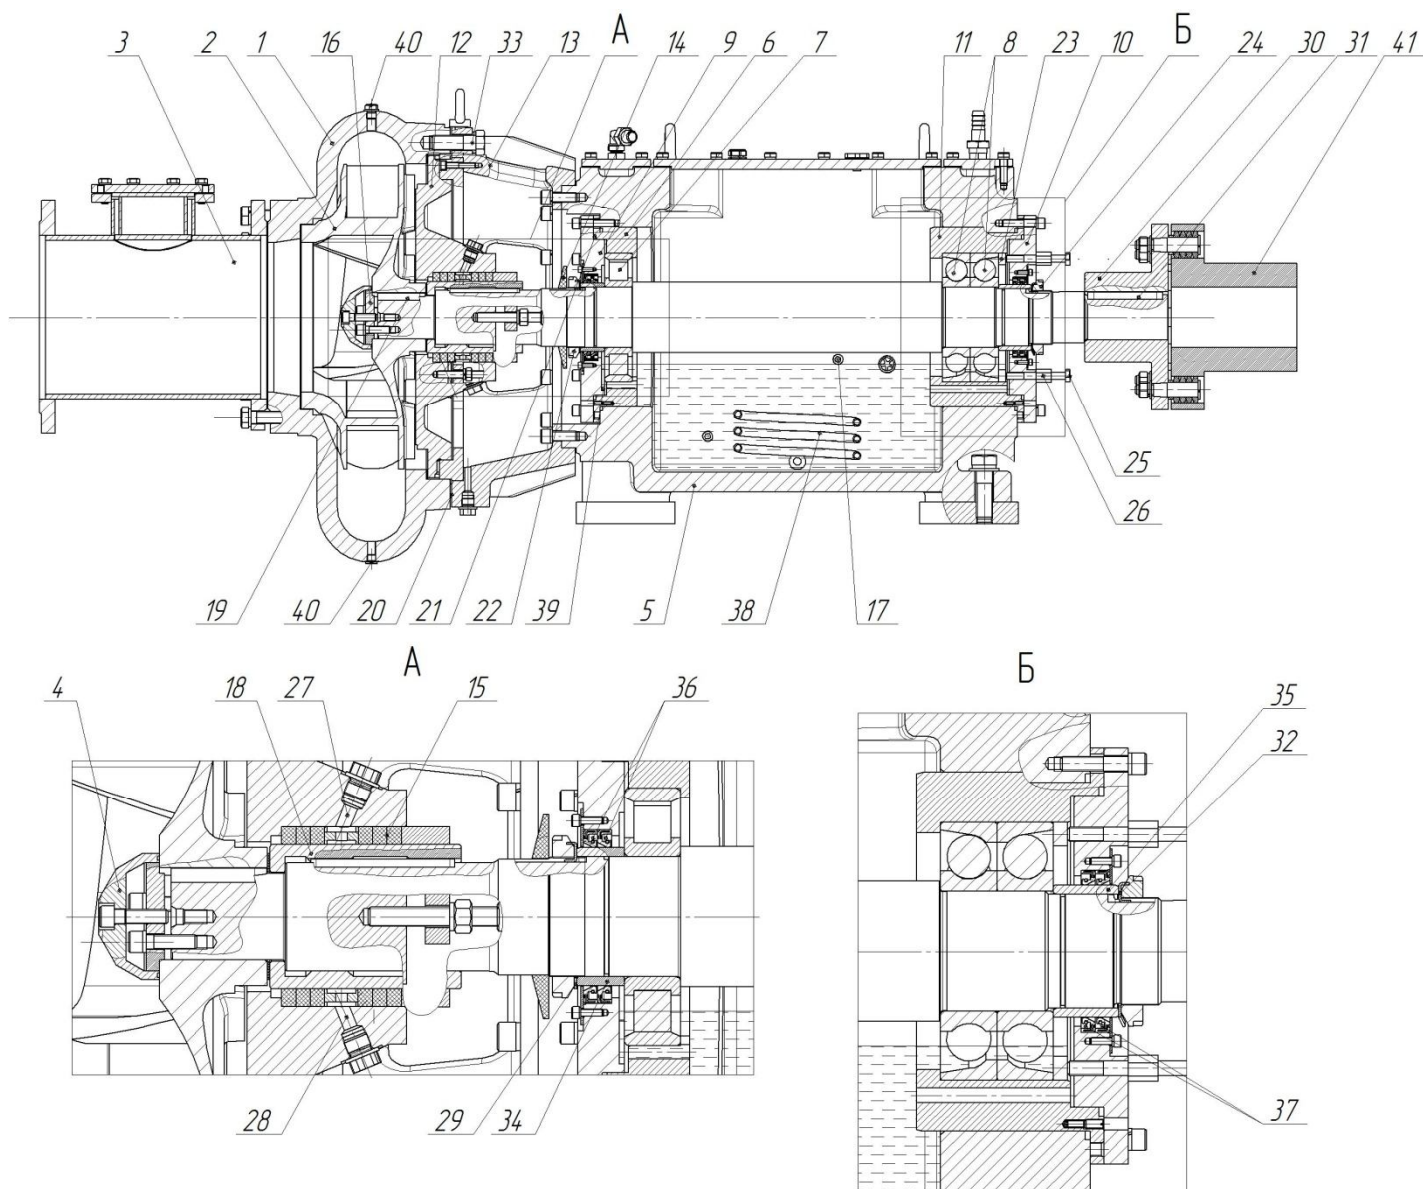

Рис.2 Разрез насоса типа НФЗ 200/400.510-6.400/4-400.
ции использовать технологическое приспособление (Приложение 3 Рис.6) к выходному фланцу корпуса спирального поз.1 рис.2 (рым-петли). При повороте корпуса спирального по посадке на фланце обеспечить минимально необходимый зазор между торцами фланца корпуса спирального поз.1 рис.2 и фонаря поз.13 рис. 2 с целью исключения повреждения прокладки поз.20 рис.2. При этом обеспечивать упор со стороны входного фланца корпуса спирального поз.1 рис.2 с целью исключения схода корпуса спирального с посадки по фонарю поз.13 рис.2.
- е) демонтировать корпус спиральный поз.1 рис.2;
- ж) демонтировать шайбу защитную поз.4 рис.2;
- з) демонтировать шайбу крепления рабочего колеса поз.16 рис.2;
- и) демонтировать рабочее колесо поз.2 рис.2;
- к) демонтировать корпус уплотнения поз.12 рис.2;
- л) демонтировать фонарь поз.13 рис.2.
- м) демонтировать втулку защитную поз. 18 рис.2.
- б) демонтировать (при необходимости) полумуфту насоса поз. 30 рис.2;
- в) открутить гайку крепления подшипника поз.24 рис.2.
- г) демонтировать крышку заднего стакана подшипника поз. 10 рис.2;
- д) демонтировать нажимное кольцо поз. 23 рис.2;
- е) демонтировать отбойник поз.14 рис.2;
- ж) открутить гайку крепления подшипника поз.22 рис.2.
- з) вынуть вал из кронштейна вместе с подшипниками, при этом не допускать значительного перекоса вала с целью исключения повреждения охладителя поз.38 рис.2;
- и) снять (при необходимости замены) с вала подшипники поз.7,8 рис.2 с втулками защитными поз. 34,35 рис.2.
Регулировка зазора в подшипниках поз.8 рис.2 выполнять с помощью регулировочных болтов М12 поз. 25 рис.2 с контргайками поз.26 рис.2, осевой люфт вала должен быть 0,04-0,06мм.